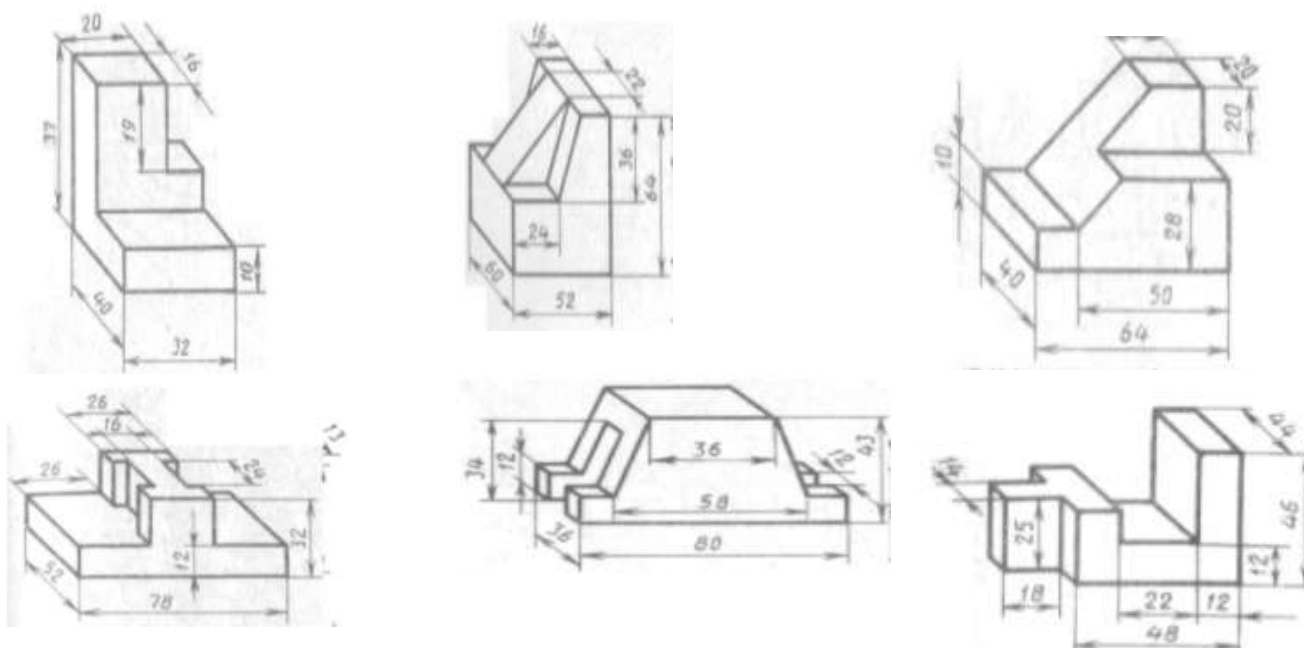

Рисунок 46 – Карточки задания на технический рисунок
5. Раздаточный материал (карточки-задания, рис.46).